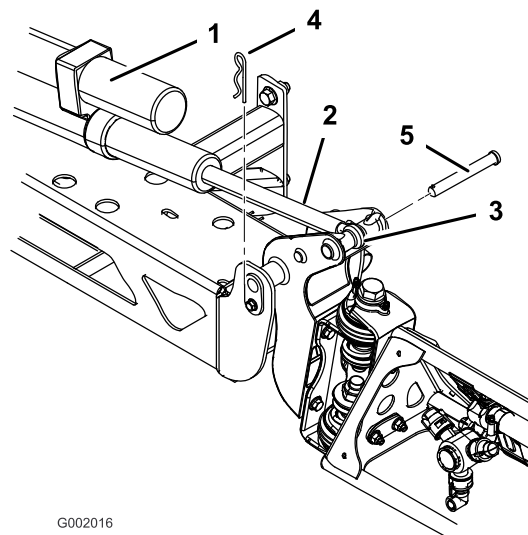

Figura 36
2. Retire el pasador de horquilla del pasador de giro (Figura 36).
3. Levante el brazo y retire el pasador (Figura 36). Baje el brazo lentamente al suelo.
6. Eleve el brazo para alinear el pivote con el émbolo del actuador. Sujetando el brazo, introduzca el pasador a través del pivote del brazo y del émbolo del actuador (Figura 36).